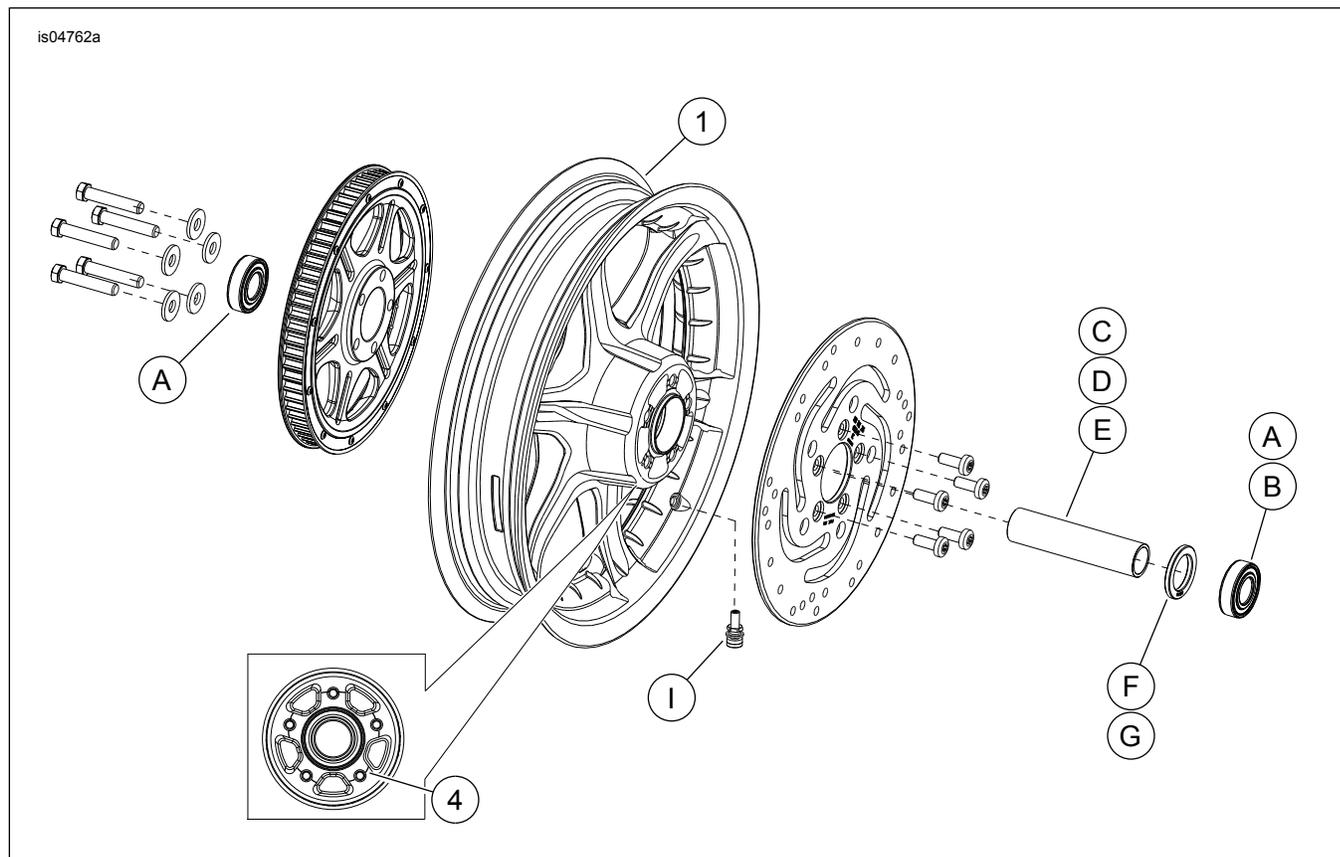

Figura 1. Peças de reposição: Rodas traseiras com seis raios ranhurados (16 pol. mostrada)
Veja a Figura 1 e as tabelas de peças de reposição.
2. Veja a Figura 1. Instale o conjunto da haste de válvula (I) na roda. Consulte a seção PNEUS no Manual de serviço.